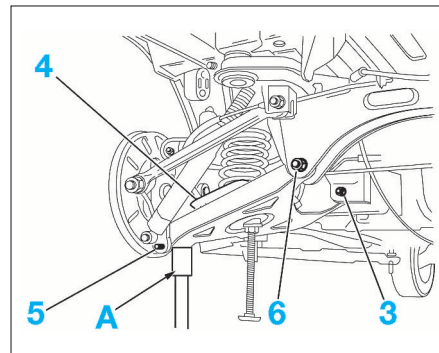

FIG. 55
- Chasser du bras le reste de la vis (3).
- Débrancher le raccord flexible de la canalisation rigide de frein (4) (Fig.55).